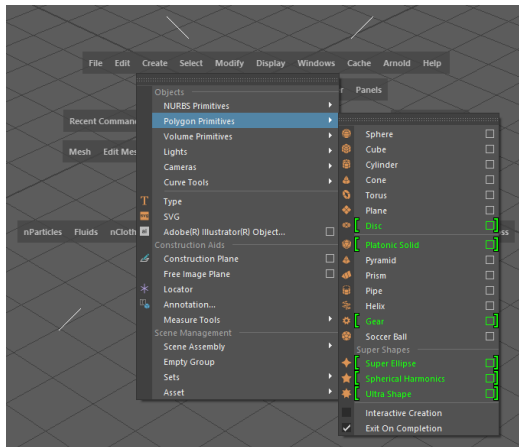

Рис. 2.4. Виконання функції *Пробіл* → *Create* → *Polygon Primitives*
- Затиснути *Пробіл* → *Create* → *Polygon Primitives* (натискання на квадрат біля створення примітиву дозволить задати йому попередні налаштування, рис. 2.4).